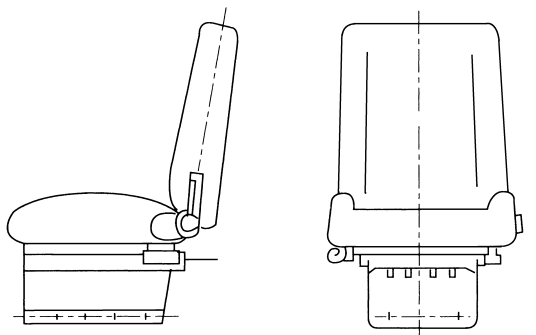

Рис.1–20 Двухстороннее амортизационное кресло: буферное действие по вертикальному и поперечному направлениям увеличивает комфортабельность
1.5.7 Регулировка и эксплуатация кресла(Рис.1–20)